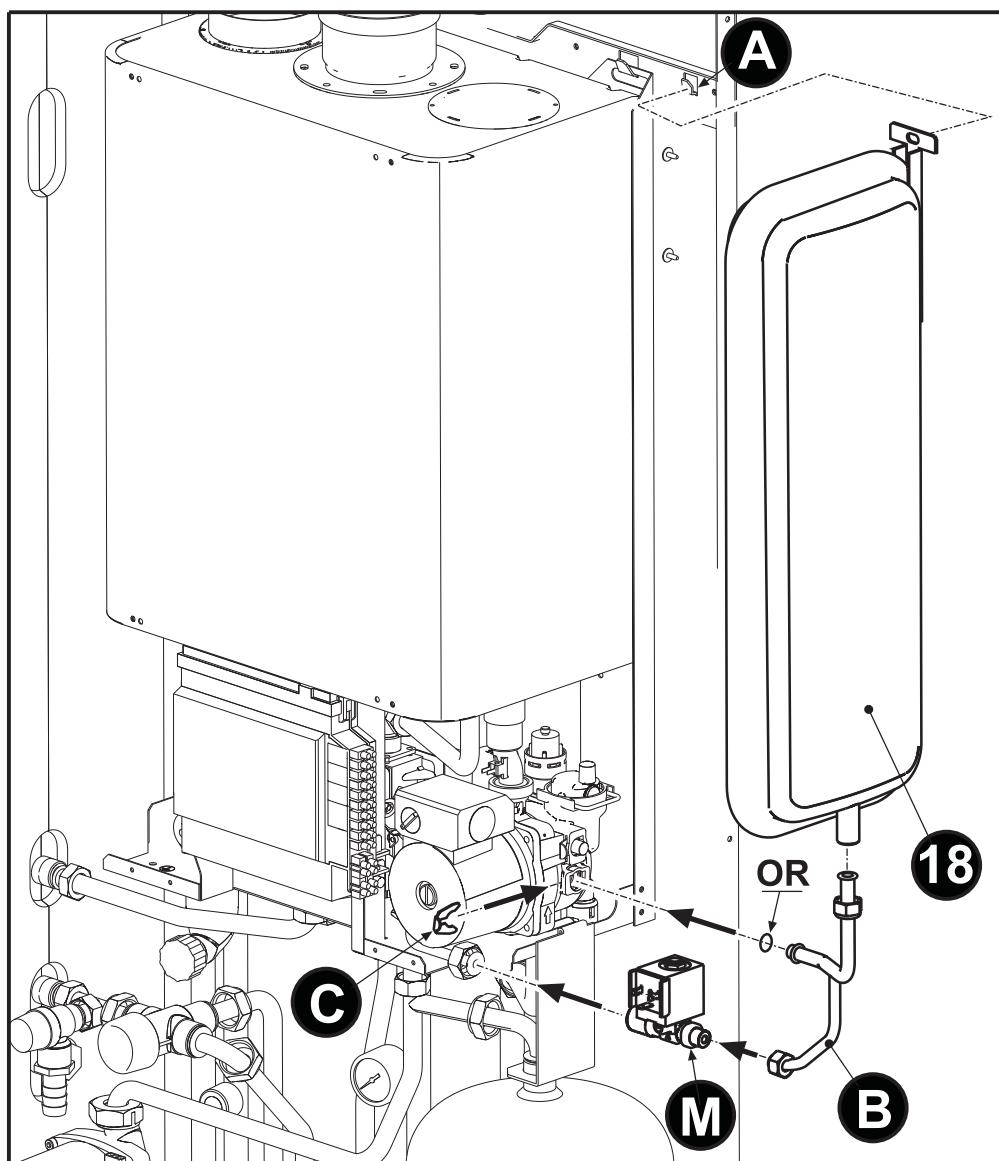

fig. 35
- Agganciare alla apposita staffa interna (A - fig. 35) il vaso di espansione "18" . Collegare il tubo "B" alla pompa e successivamente il vaso di espansione e l'elettrovalvola "M" verificando di inserire a fondo la molletta di fissaggio (C - fig. 35) sulla pompa.